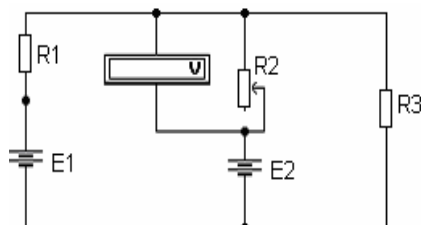
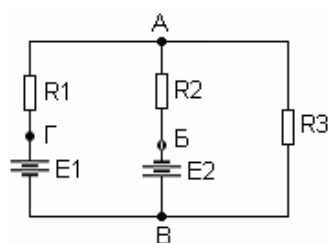

Рис.9.
Рис.10.
7. Произвести на компьютере моделирование зависимости  $U_{R2} = f(R2)$  по схеме, приведенной на рис.9 и построить графическую зависимость  $P(R2)$ . Определить условие получения максимальной мощности на  $R2$ .
8. Произвести измерения и построить потенциальные диаграммы для контуров  $E1 R1 R2 E2$ ,  $E1 R1 R3$ ,  $E2 R2 R3$ . Для построения потенциальных диаграмм необходимо выбрать направление обхода контура, выбрать точку начала обхода с потенциалом равным нулю и измерить потенциалы (напряжения) в других точках по направлению обхода (рис.10). На графиках потенциальных диаграмм по оси абсцисс откладываются величины сопротивлений отдельных участков цепи, образующих контурное сопротивление, а по оси ординат - значения потенциалов в соответствующих точках.
Установить соответствие «рабочего места» варианту задания и схеме измерения (рис.9).
В схеме (рис.10) измерить потенциал (напряжение) точки «В» относительно точки «А» и рассчитать токи ветвей  $I1$ ,  $I2$ ,  $I3$ , используя обобщенный закон Ома.
Выполняется по схеме рис.9. Установить на «магазине сопротивлений» максимальную величину сопротивления (не менее 10 кОм) и измерить напряжение  $U_{XX}$  между точками А - В (рис.10).
Экспериментальная проверка зависимости мощности на резисторе  $R_2$  («магазин сопротивлений») от величины этого сопротивления выполняется по схеме рис.9. Установить сопротивление  $R_2$  равное сопротивлению  $R_r$  (см. расчет тока  $I_2$  по методу эквивалентного генератора) и измерить напряжение на нем. Установить несколько других соизмеримых значений сопротивления  $R_2$  и измерить напряжения на них. Рассчитать мощности, выделяемые на выбранных сопротивлениях  $R_2$ . Построить графическую зависимость  $P = f(R_2)$  и определить условие получения максимальной мощности.
4. Экспериментальная проверка потенциальных диаграмм выполняется по схеме рис.10. Например, принимается потенциал точки «А» = 0 и измеряются напряжения в точках «Б, В, Г» относительно точки «А». Результаты измерений наносятся на потенциальные диаграммы, полученные расчётным путем.